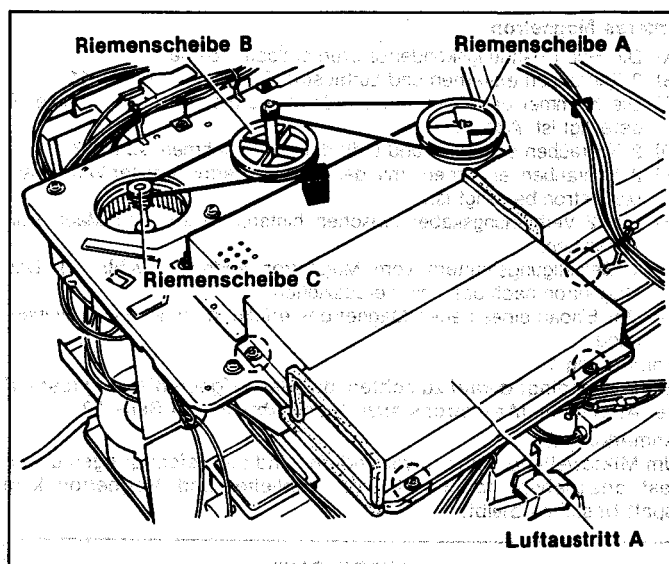

Abb. 8
- (A) Die Hochspannungskondensatoren entladen. Siehe S. 8.
- (B) 4 Schrauben entfernen und Luftaustritt A abnehmen. **Abb. 8.**